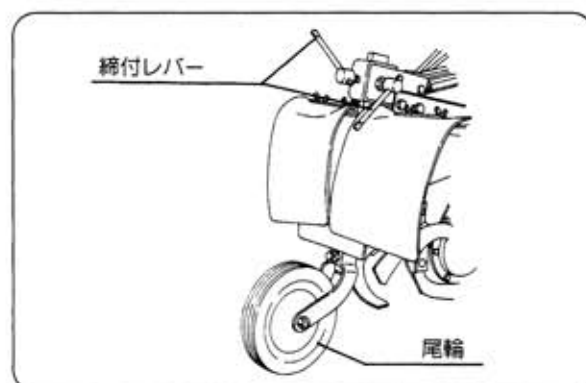

図30
- ① 締付レバー（2ヶ所）をゆるめて尾輪の高さを調節します。（図30）